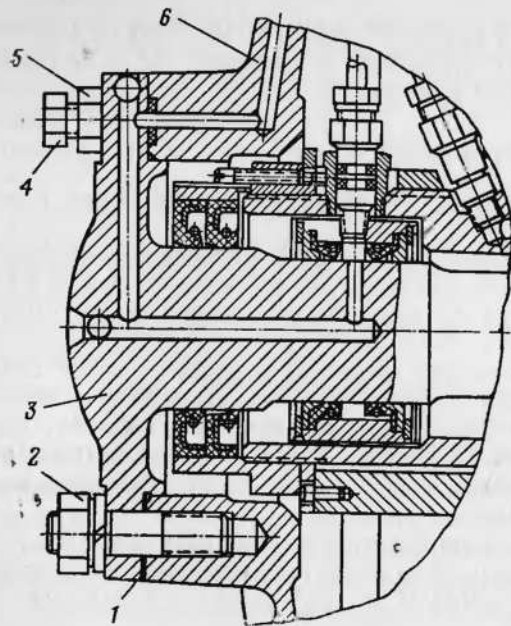

Рис. 35. Установка полуоси заднего моста:
1. Отвернуть гайки 2 (рис. 35) крепления полуоси 3.